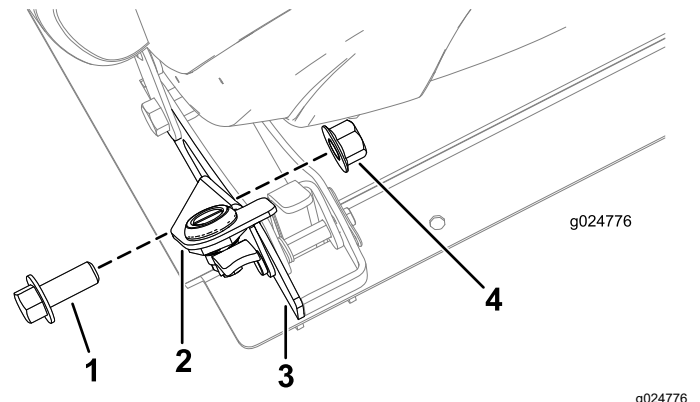

Bild 25
9. Befestigen Sie die Sperrhalterung mit der Sechskantschraube (12 mm x 20 mm) und der Sicherungsmutter (12 mm) an der äußeren Sitzverstärkung, wie in Bild 25 abgebildet.